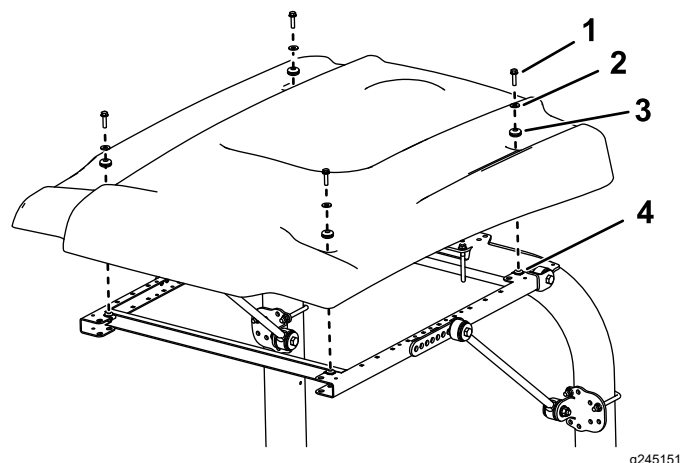

Рисунок 21
16. Выравнивая монтажные отверстия, расположите солнцезащитный навес на раме, как показано на Рисунок 21.
17. Установите каждый угол солнцезащитного навеса на раму с помощью болта с фланцевой головкой ($\frac{5}{16} \times 1\frac{1}{4}$ дюйма), малой шайбы и уплотнительной втулки, не затягивая их (Рисунок 21).